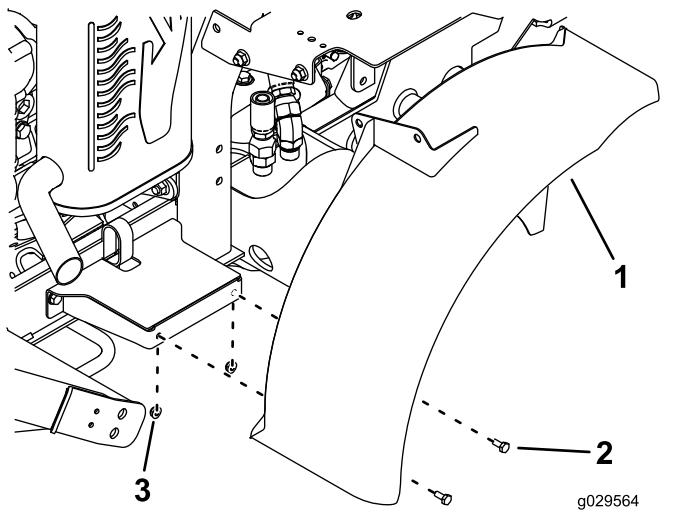

Figura 22
14. Monte provisionalmente el lateral del guardabarros derecho en el soporte del guardabarros con 2 pernos (1/4" x 5/8") y 2 tuercas (1/4"), según se muestra en Figura 22.
15. Monte provisionalmente el soporte de la parte superior del guardabarros en el soporte del depósito de combustible con 2 pernos (3/8" x 3/4") y 2 tuercas (3/8"), según se muestra en Figura 22.